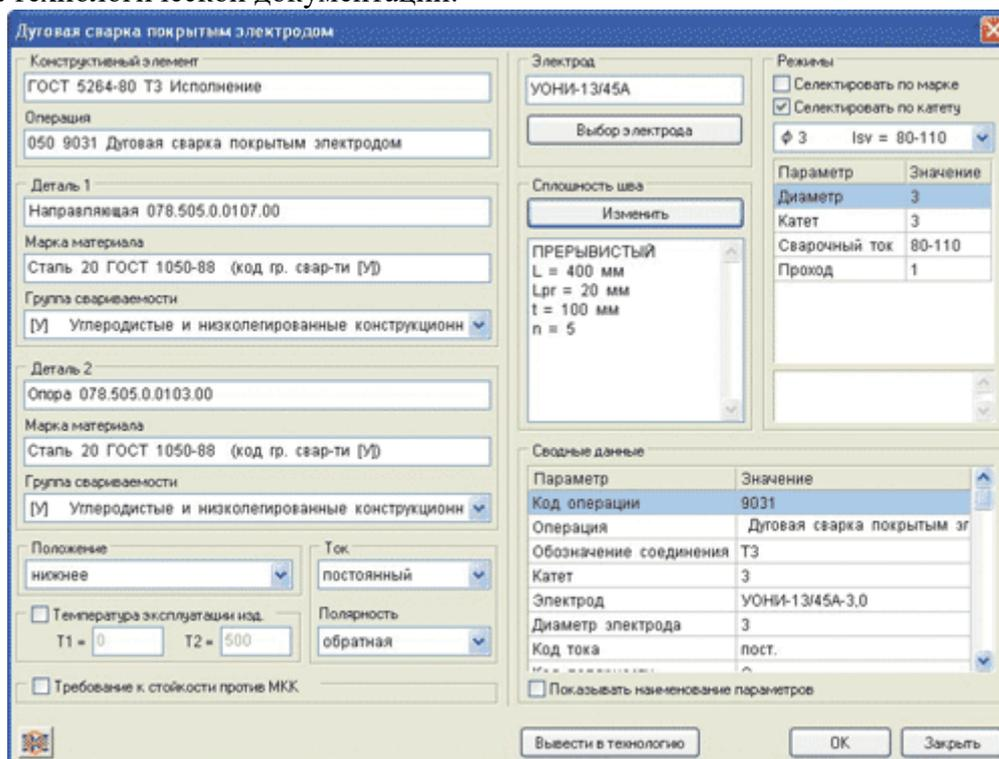

Рис. 2. Диалоговое меню Системы расчета режимов сварки
- дуговая сварка покрытым электродом (рис. 2);